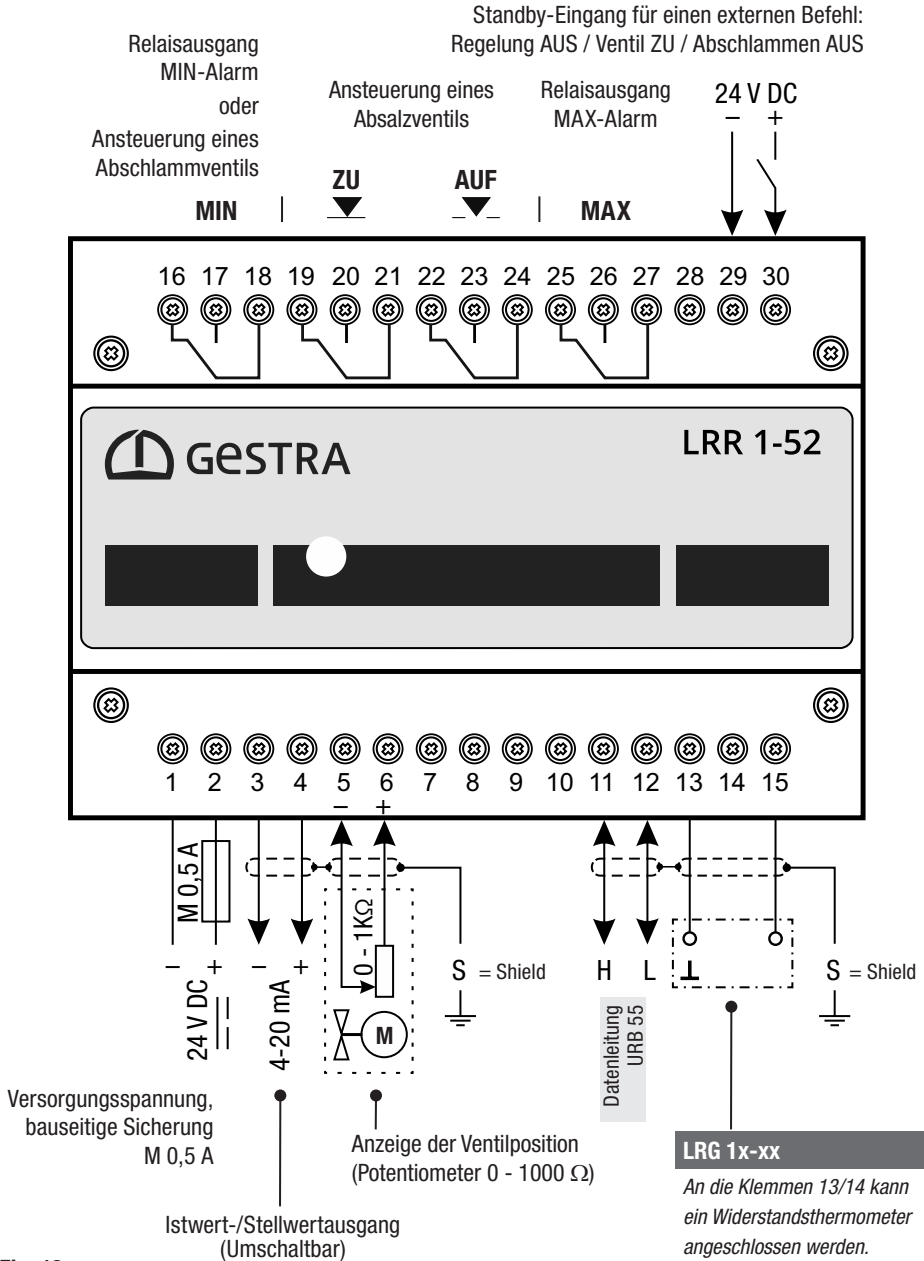
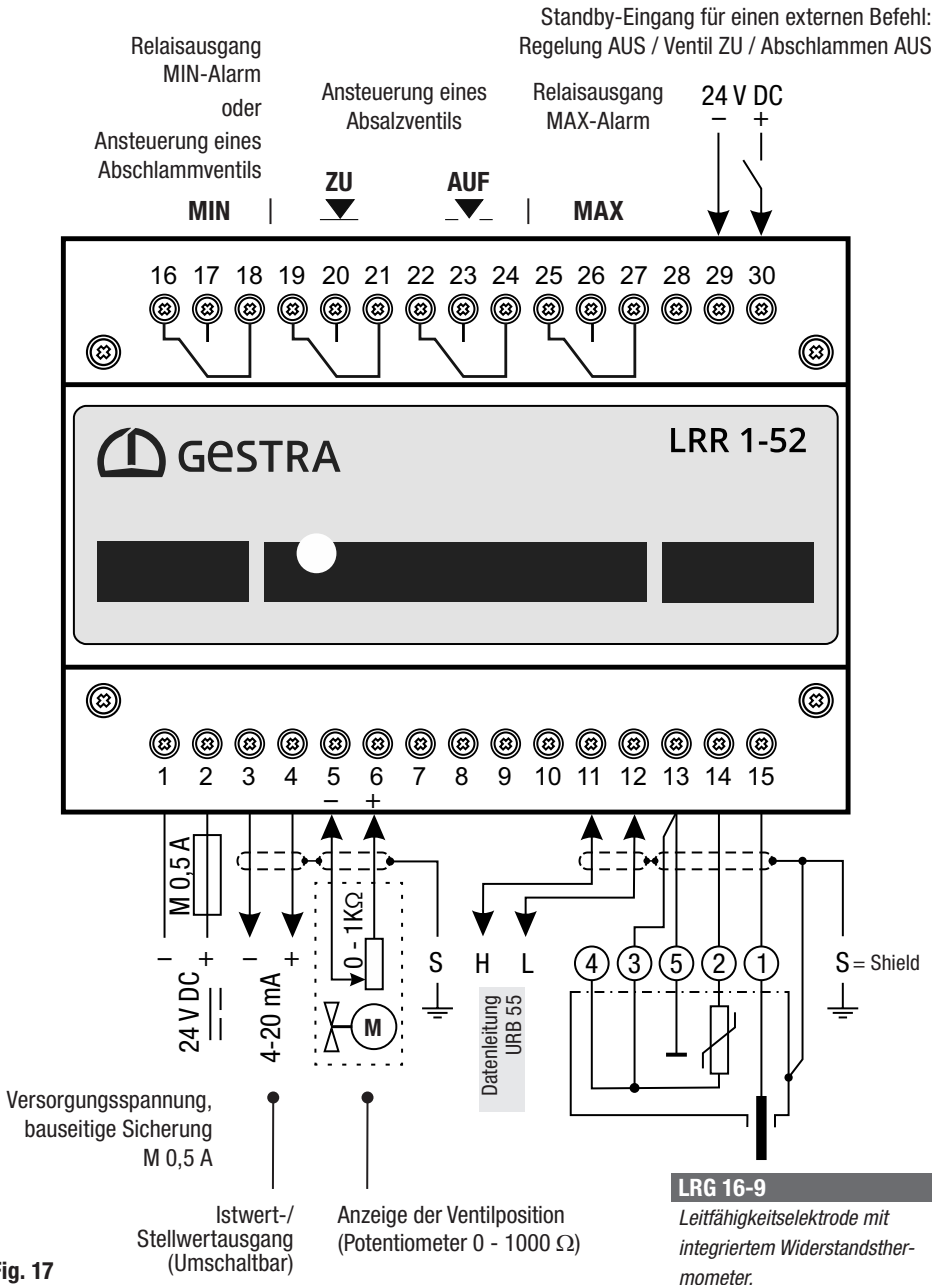
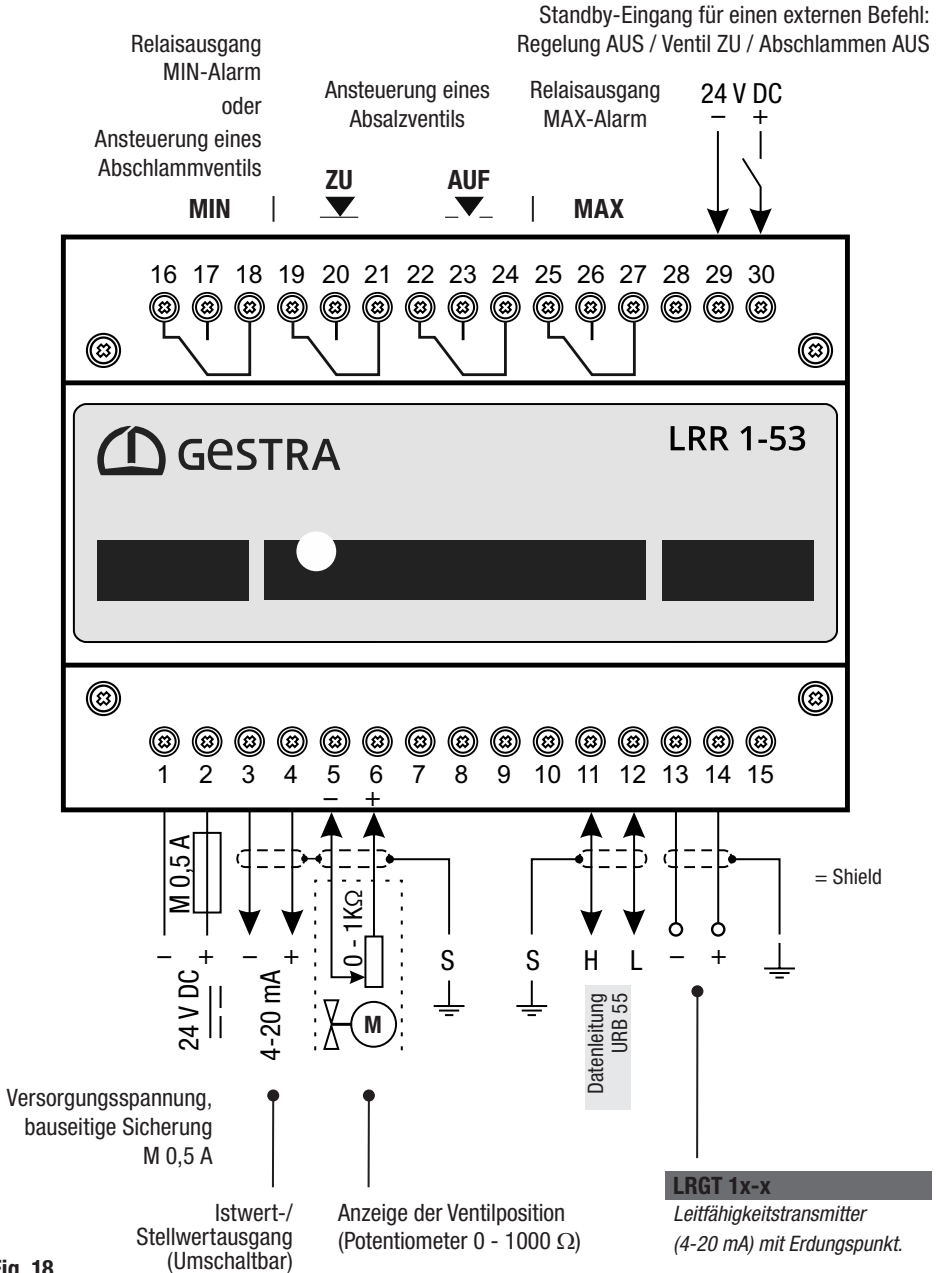

Fig. 16
Fig. 17
Fig. 18
- Schließen Sie den Leitfähigkeitsregler und alle zugehörigen Komponenten gemäß dem Anschlussplänen **Fig. 16** bis **Fig. 18** in dieser Anleitung an.
- Schließen Sie die Ausgänge gemäß den Anschlussplänen **Fig. 16** bis **Fig. 18** an.
- Schließen Sie die Leitfähigkeitselektrode gemäß den Anschlussplänen **Fig. 16** bis **Fig. 17** an.
- Für den Anschluss an den Leitfähigkeitsregler LRR 1-52 entfernen Sie bitte den Stecker und belegen Sie die Klemmleiste gemäß den Anschlussplänen **Fig. 16** bis **Fig. 17**.
- Schließen Sie den Leitfähigkeitstransmitter gemäß dem Anschlussplan **Fig. 18** an.
Für die Verbindung der Geräte wird ein vorkonfektioniertes Steuerkabel mit Buchse mitgeliefert, Belegung der Klemmleiste gemäß den Anschlußplänen **Fig. 16** bis **Fig. 18**.
- Belegen Sie die Klemmleiste gemäß den Anschlußplänen **Fig. 16** bis **Fig. 18**.